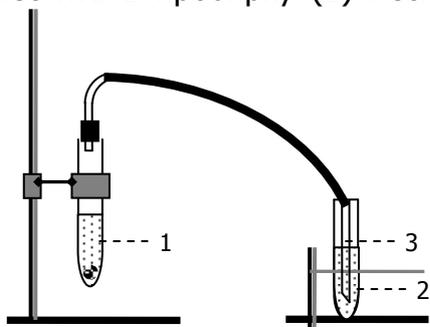

Рис. 15. Установка для получения перкарбида серебра
**А. Получение и гидролитическая устойчивость.** Собрать установку (рис. 15). Поместить в пробирку (1) несколько кусочков перкарбида кальция, добавить 3 мл